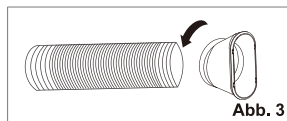

Abb. 3
2. Verlängern Sie die andere Seite des Schlauchs und schrauben Sie ihn an den Schlauchauslass (Abb.3).